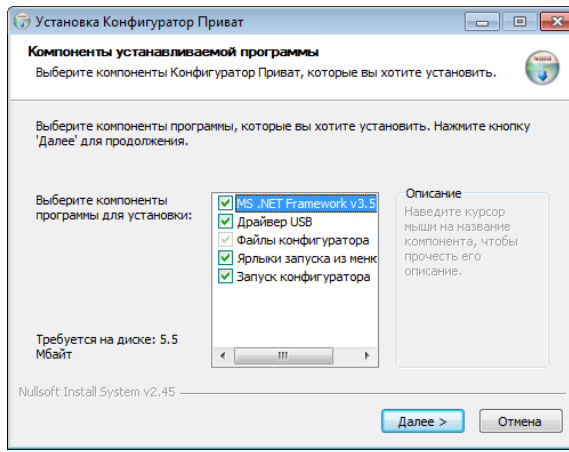

Рисунок 7.1 — Выбор компонентов ПО для установки
- 3) В открывшемся окне (см. рисунок 7.1) выберите компоненты программного обеспечения, которые необходимо установить, и нажмите кнопку *Далее*.